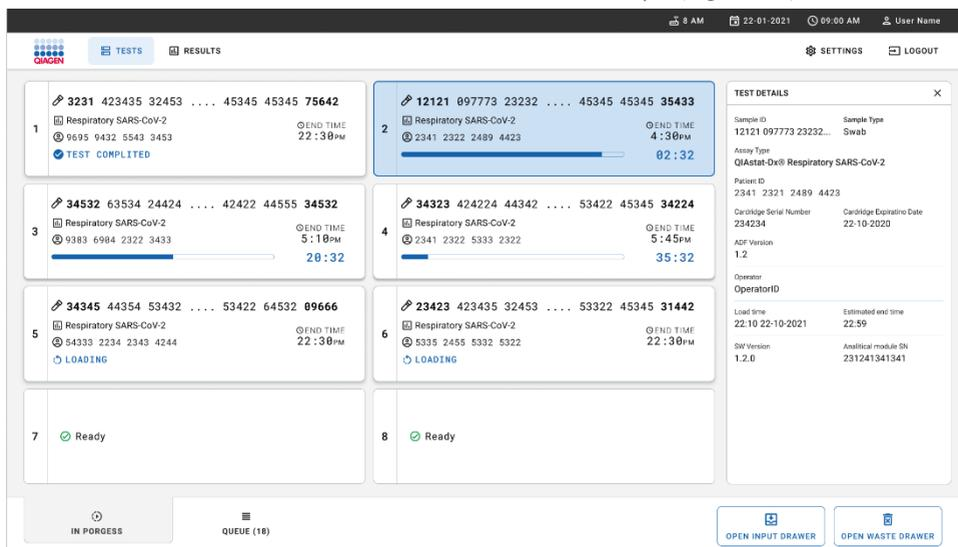

Figura 33. Informações de execução dos testes na tela Queue (Fila).
- Durante a execução dos testes, o tempo de execução restante e outras informações de todos os testes na fila são exibidos na tela sensível ao toque (Figura 33).